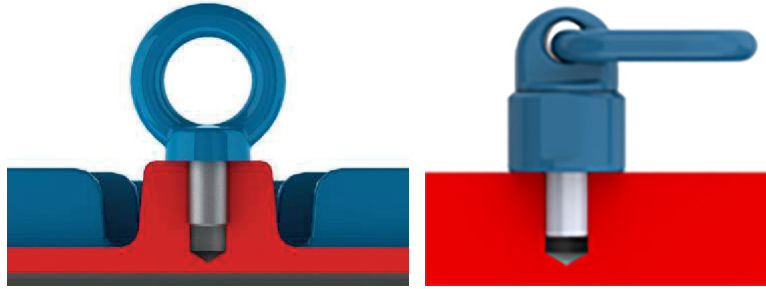
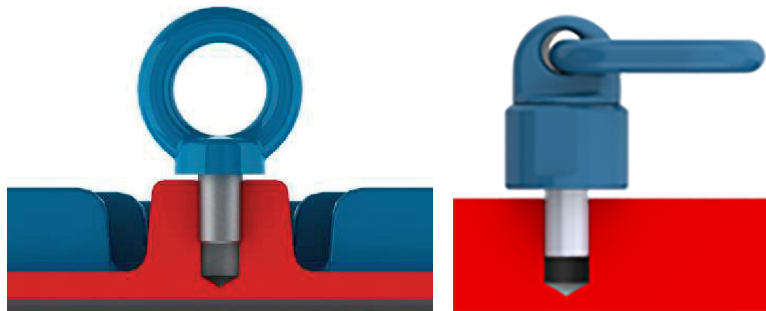

Рисунок 4.1: Правильная затяжка рым-болта
Рисунок 4.2: Неправильная затяжка рым-болта
Перед подъемом двигателя убедитесь, что все рым-болты затянуты должным образом, а буртики рым-болтов соприкасаются с поднимаемой основой, как показано на Рисунок 4.1 на стр. 4-2. На Рисунок 4.2 на стр. 4-2 показана неправильная затяжка рым-болта.
1. Убедитесь, что рым-болты затянуты должным образом, как показано на Рисунок 4.1 на стр. 4-2.
1. Убедитесь, что все рым-болты затянуты должным образом, как показано на Рисунок 4.1 на стр. 4-2.